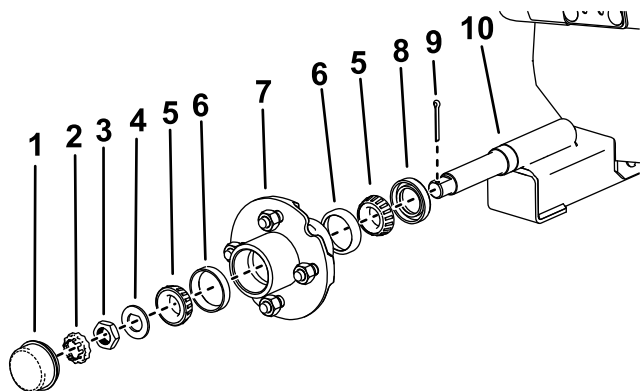

图 16
3. 从轮毂上卸下防尘盖图 16。
4. 卸下开口销和定位器锁紧螺母图 16。
5. 从轴上卸下轮毂螺母、主轴垫圈和轮毂组件图 16。
3. 如图 16 所示将轴承外圈和轴承安装到轮毂总成。
1. 如图 16 所示安装油封、轮毂总成及主轴垫圈。